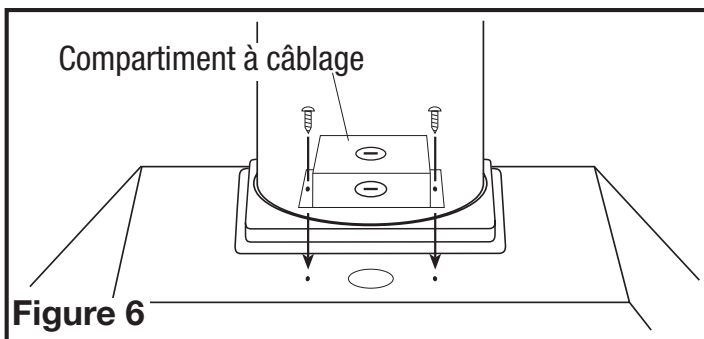

Figure 6
- 2 Fixez le compartiment de câblage à l'unité de puissance avec deux des vis #6 à tête époutinée comprises (Figure 6).